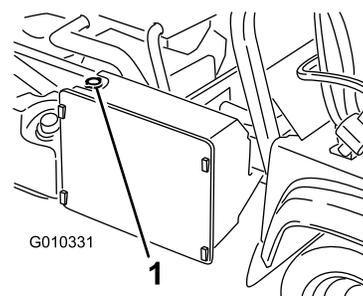

Figura 70
3. Togliete il tappo del radiatore (Figura 70).
4. Rimuovete il tappo del serbatoio di riserva (Figura 70).
7. Finite di riempire il radiatore e rimontate il tappo (Figura 70).